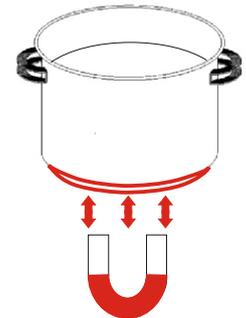

fig. 01
- Ao comprar utensílios de cozinha, verifique se carregam o rótulo de "**permite indução**", ou use um pequeno ímã para testar se o fundo da panela é magnético. Apenas panelas nas quais o ímã colar no fundo são adequadas para a indução. conforme fig. 01